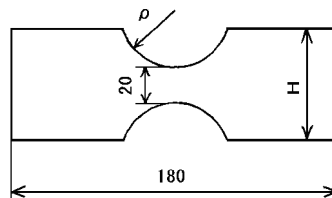

図2 試験片の形状・寸法
(2) 図2のようにエポキシ樹脂で作成した切欠き試験片 (幅 $H = 32$ mm, 厚さ $t = 6$ mm) の切欠き底の曲率半径 ρ を種々に変えた場合, 切欠き底に及ぼす応力集中係数 α の変化を調べる。